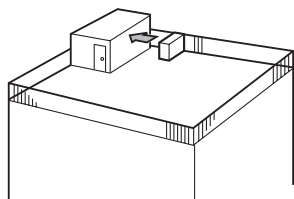

Fig. 2-3
- ① Suuntaa ilman ulostulo lähintä seinää kohti noin 50 cm:n etäisyydelle seinästä. (Fig. 2-3).